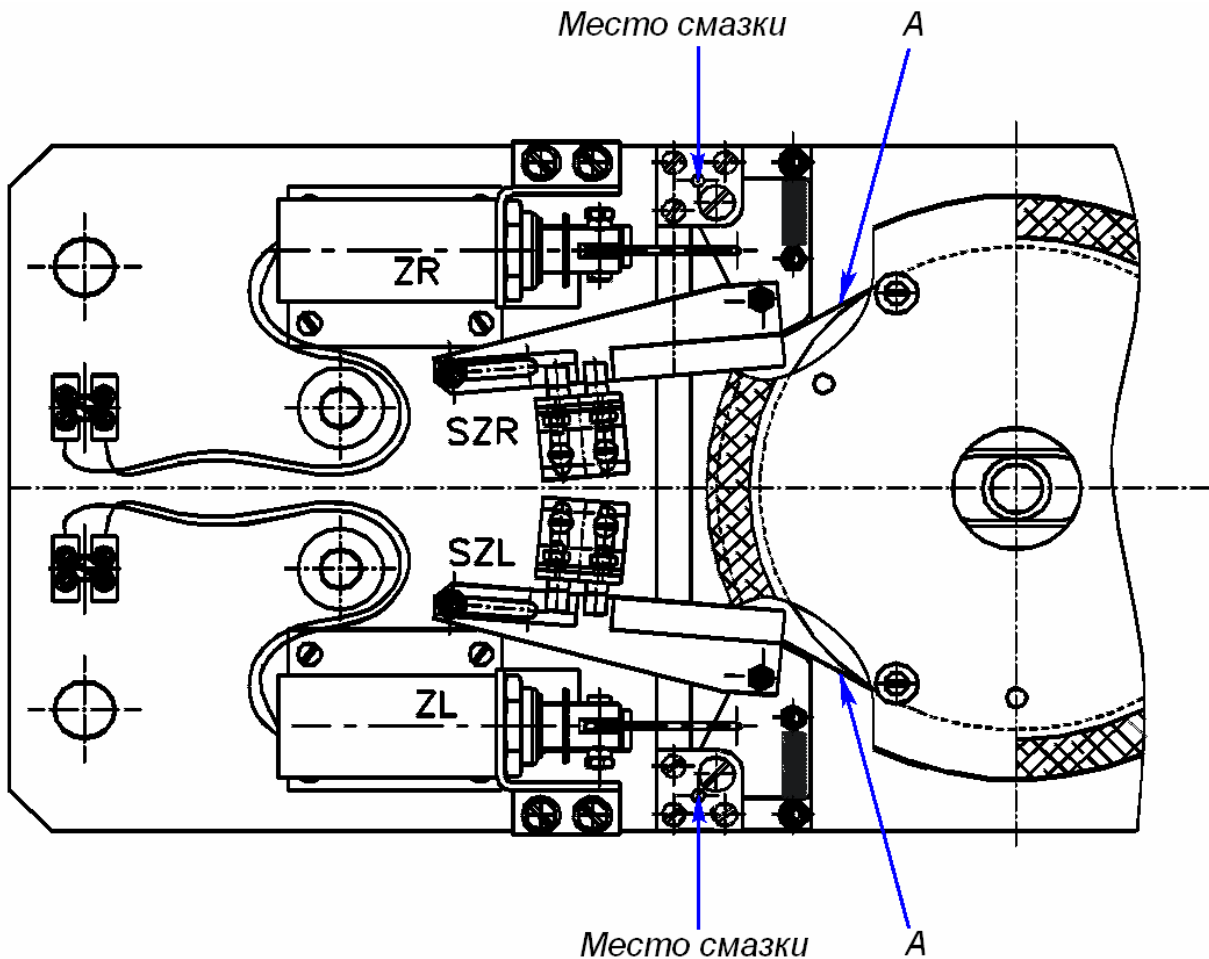

Рисунок 19 Вид сверху на исполнительный механизм, установленный в балке привода (13), с указанием мест смазки
- стопорные шпонки и контактные поверхности А исполнительного механизма. По две – три капли масла в каждое место смазки (места смазки указаны на рис. 19).